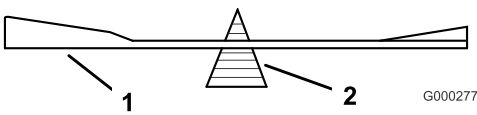
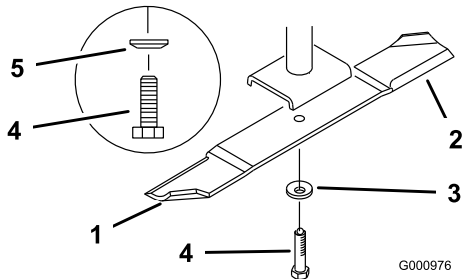

Figure 87
Figure 88
2. Retirez le boulon, la rondelle élastique et la lame de l'axe (Figure 88).
2. Vérifiez l'équilibre de la lame en la plaçant sur un équilibreur (Figure 87). Si la lame reste horizontale, elle est équilibrée et peut être utilisée. Si la lame est déséquilibrée, limez un peu l'extrémité de la partie relevée seulement (Figure 88). Répétez la procédure jusqu'à ce que la lame soit équilibrée.
1. Placez la lame sur l'axe (Figure 88).
2. Installez la rondelle élastique et le boulon de la lame. Le cône de la rondelle élastique doit être dirigé vers la tête du boulon (Figure 88). Serrez le boulon à un couple de 115 à 150 Nm.